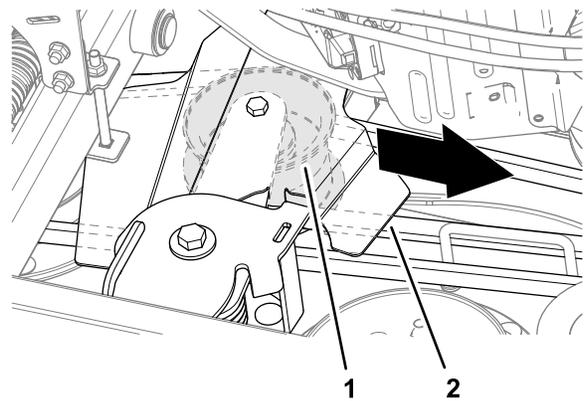

Bild 77
6. Ziehen Sie die Spannscheibe und die Abdeckung der Spannscheibe in Richtung Motor und ziehen Sie den Riemen von den Riemenscheiben ab (Bild 77).